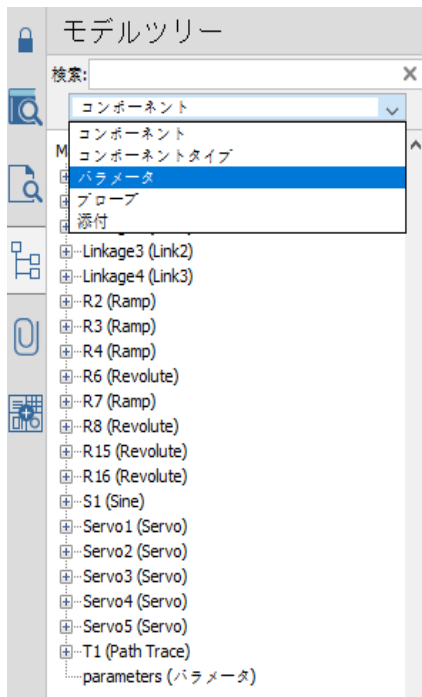

図2.1 モデルツリーの [コンポーネント] ビュー
- **[コンポーネント]:** このビューでは、コンポーネントやサブシステムの名前順にモデルツリービューを表示します。コンポーネントやサブシステムのノードは、名前に続いて型で識別されます (図2.1 「モデルツリーの [コンポーネント]